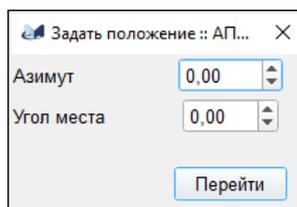

Рис. 88
6.7.5.4. Пункт *"Задать положение"* открывает диалоговое окно установка положения антенны (рис. 88). Кнопка *"Перейти"* разрешает начать движение антенны в заданное положение.